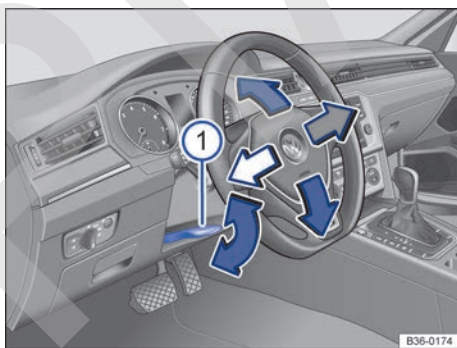

Fig. 66 Debajo del volante, en el guarnecido de la columna de dirección: palanca para el ajuste manual de la posición del volante.
- Tire hacia abajo de la palanca → fig. 66 ①.
- Después del ajuste, presione siempre la palanca → fig. 66 ① firmemente hacia arriba para que no se modifique la posición del volante accidentalmente durante la marcha.